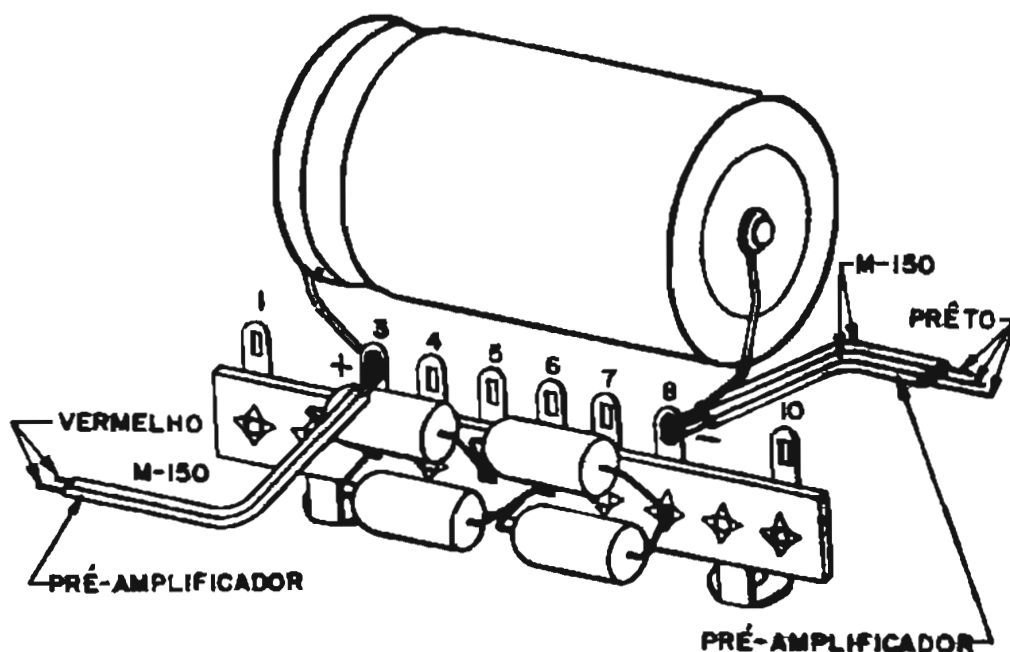

Figura 17 - Montagem da ponte retificadora na régua de terminais.
Monte o conjunto de acôrdo com as instruções abaixo, orientando-se pela figura 17.
- Coloque e solde o capacitor C_{10} de $2500\mu\text{F} \times 50\text{V}$, com a polaridade indicada na figura 17;
A retificação é feita por duas pontes idênticas à anterior, uma para cada canal. A montagem, sobre a régua, indicada na figura 17, deverá ser efetuada duas vezes, seguindo-se os itens de a até e da etapa B1. Os pontos 5, 6 e 8 da segunda régua deverão ser ligados, respectivamente, aos pontos 5, 6 e 8 da primeira.